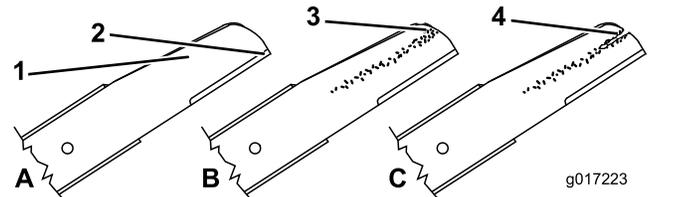

Рисунок 34
1. Осмотрите режущие кромки (Рисунок 34). Если кромки не острые или зазубренные, снимите ножи и заточите или замените их.
2. Осмотрите ножи, обратив особое внимание на состояние их фигурных частей (Рисунок 34). При обнаружении любых повреждений, износа, образования бороздки на этих частях незамедлительно замените ножи новыми.